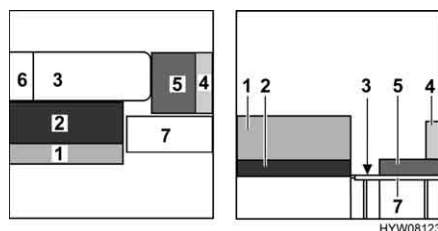

Fig. 115 Durante la trasformazione
- Fissare la piastra di supporto (Fig. 115,7).